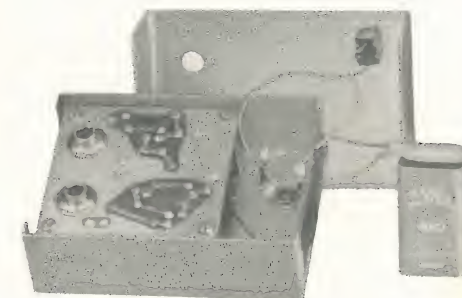
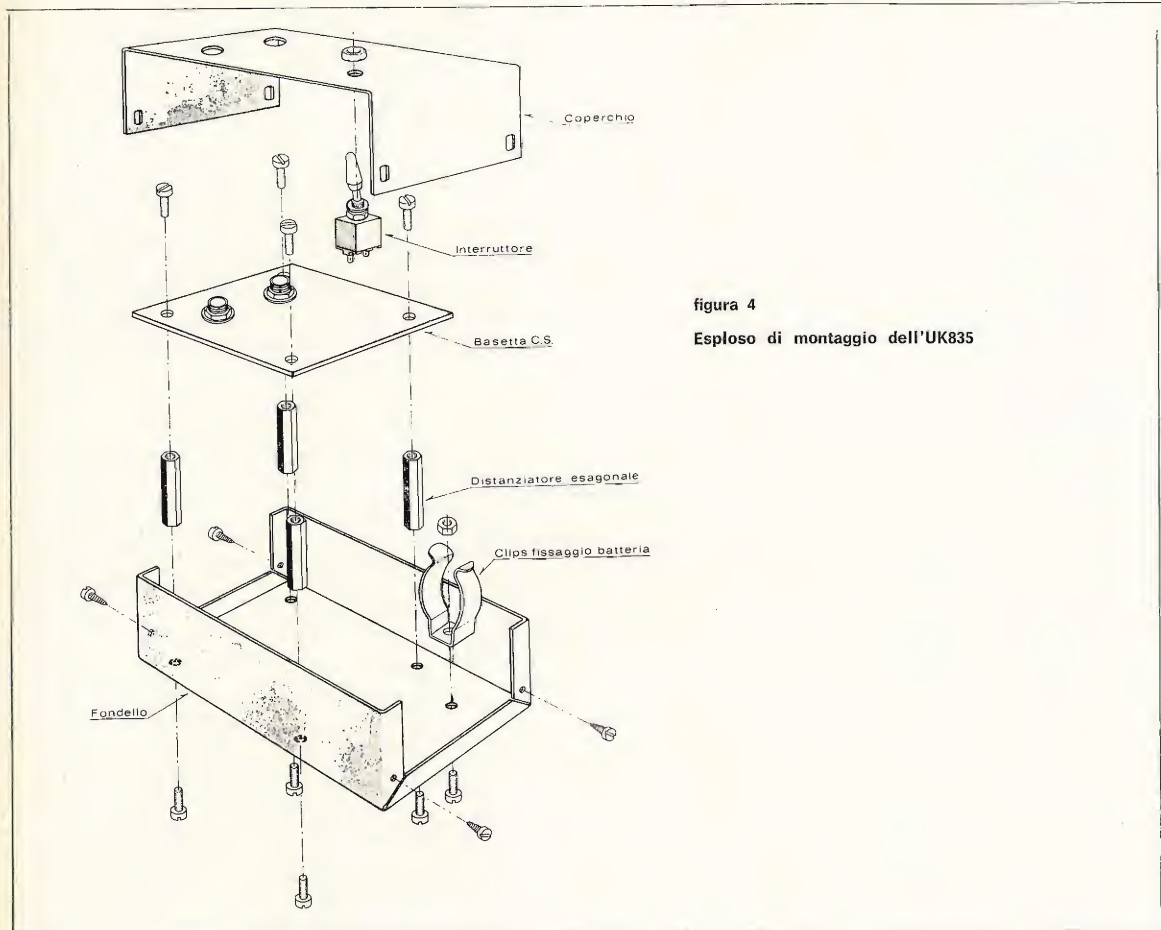

figura 5
figura 4
Provvedere a selezionare i componenti del fondello nel seguente modo: n. 5 viti 3 MA x 4, n. 1 dado RMA, n. 1 clips per il fissaggio della batteria, 10 cm di filo giallo, n. 1 connettore polarizzato per batteria, n. 4 distanziatore. Fissare il tutto come indicato nella figura 4.
• Appoggiare il circuito stampato sui distanziatori fissandolo con n. 4 viti 3 MA x 4 come indicato in figura 4. La figura 5 ne dà una visione d'insieme.